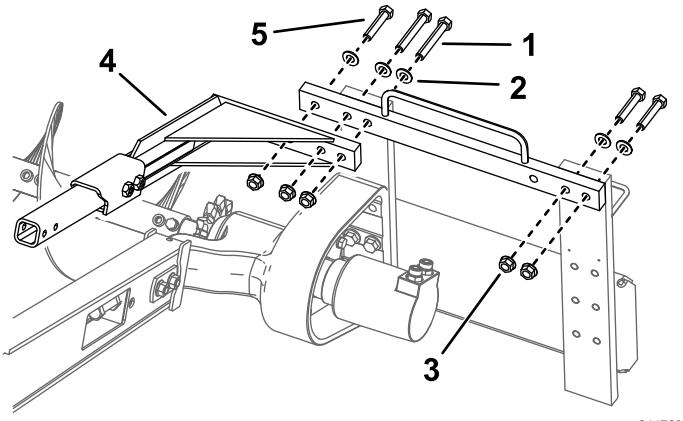

**Bild 8**
5. Befestigen Sie den Kopf mit den sechs vorher entfernten Schrauben am Rahmen (Bild 8).